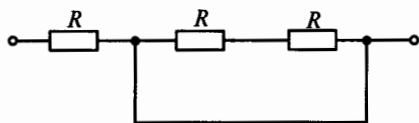

Рис. 19
**1.33.** Каково эквивалентное сопротивление цепи, показанной на рис. 19, если все резисторы в ней имеют одинаковое сопротивление  $R$ ?